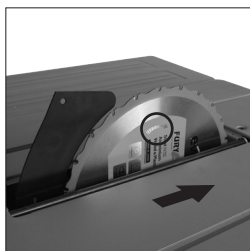

Fig. 45
- Zet het nieuwe blad in. Zorg ervoor dat de tanden zijn gericht op de voorkant van de zaag (**Fig. 45**), en dat de draairichtingpijl op het blad overeenkomt met de draairichtingpijl op de motorbehuizing.